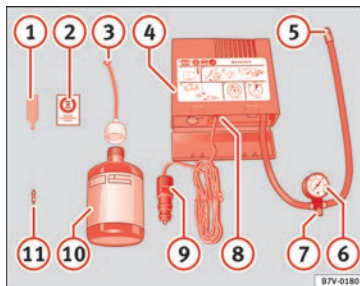

Fig. 69 Rappresentazione standard: contenuto del kit per la riparazione degli pneumatici.
- Svitare il cappuccio e l'elemento di tenuta della valvola del pneumatico. Utilizzare l'apparato » **fig. 69 ①** per estrarre l'elemento di tenuta. Collocarlo su una superficie pulita.
- Agitare vigorosamente la bomboletta del sigillante per pneumatici » **fig. 69 ⑩**.
- Avvitare il tubo di gonfiaggio » **fig. 69 ③** alla bomboletta del sigillante. La piombatura della bomboletta si rompe automaticamente.
- Rimuovere il tappo del tubo di riempimento » **fig. 69 ③** e avvitare l'estremità aperta dal tubo alla valvola dello pneumatico.
- Ricollocare l'elemento di tenuta con l'apparato » **fig. 69 ①** nella valvola del pneumatico.
- Avvitare il tubo di gonfiaggio del pneumatico del compressore » **fig. 69 ⑤** nella valvola del pneumatico.
- Verificare che la vite di sfogo dell'aria sia chiusa » **fig. 69 ⑦**.
- Collegare il connettore » **fig. 69 ⑨** a una presa elettrica a 12 V del veicolo
- Collegare il compressore ad aria con l'interruttore ON/OFF » **fig. 69 ⑧**.